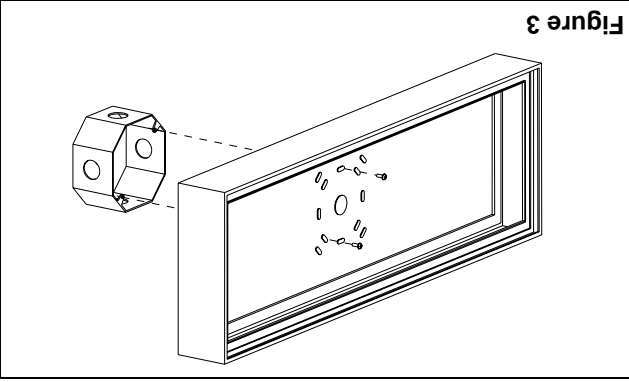

Figure 3
- c. Visser la plaque arrière à la boîte de jonction en utilisant les vis de la boîte de jonction (voir fig. 3).